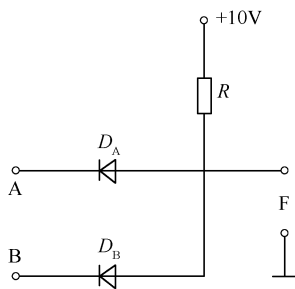

图 2-20 习题 2.7 图
2.7 如图 2-20 中, 求下列几种情况下输出端 F 的电位 U_F 及各元件中流过的电流。